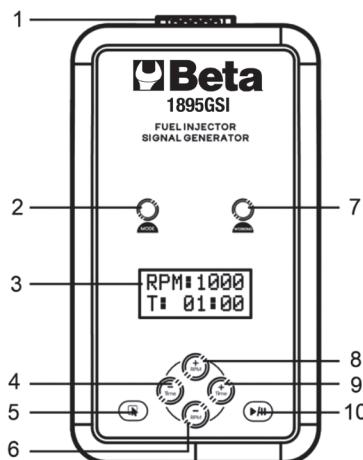

Abb. 1
- Stellen Sie die gewünschte simulierte Drehzahl durch Betätigen der Tasten „+“ (Abb. 1) und „-“ (Abb. 1) ein.
- Stellen Sie die Prozessdauer durch Betätigen der Tasten „+“ (Abb. 1) und „-“ (Abb. 1) ein.